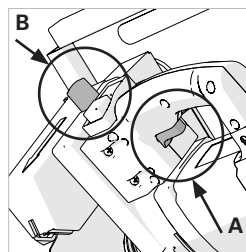

Fig. 11a + 11b
4. Operação do interruptor de energia ON/OFF da serra de esquadria (Fig. 11a)